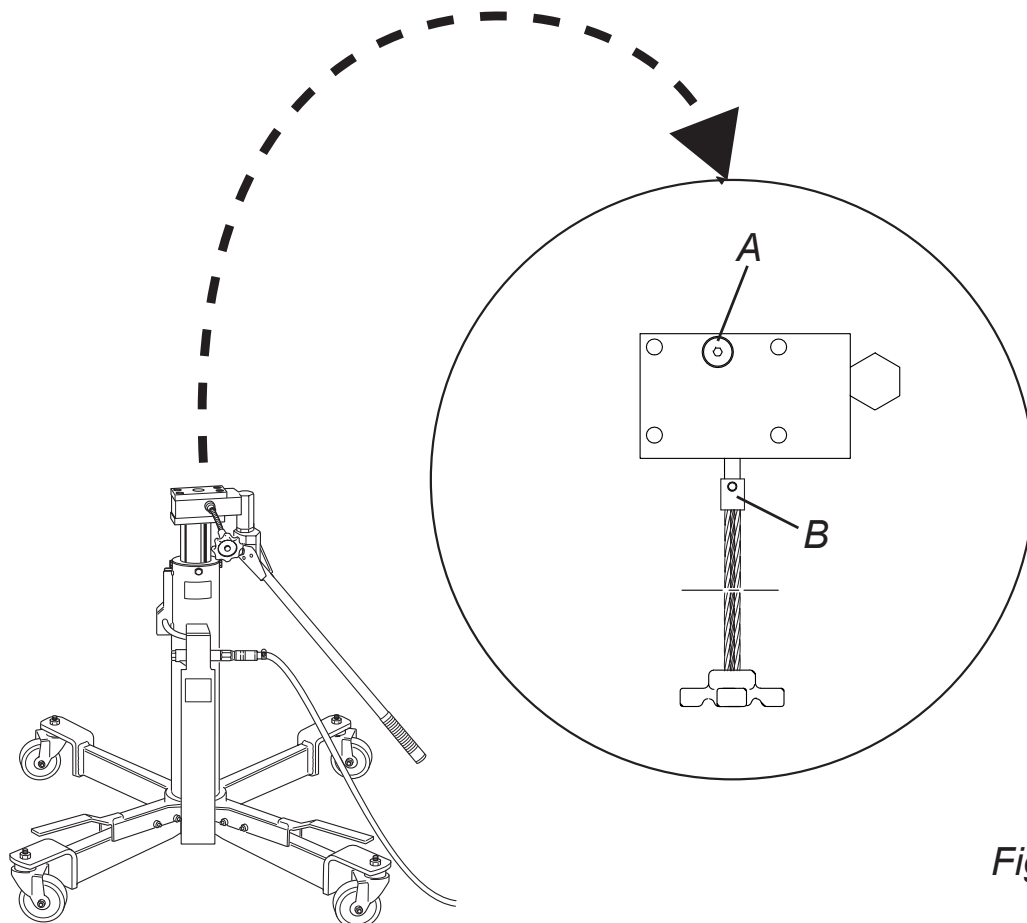

Fig.7
- Entfernen Sie die Entlastungswelle (Abb. 7, B) und die Kugel darunter.
- Entfernen Sie den Ölfilterstopfen (Abb. 7, A).
- Setzen Sie die Kugel und die Entlastungswelle wie der ein (Abb. 7, B).
- Setzen Sie den Ölfilterstopfen wieder ein (Abb. 7, A)
- Basculer le vérin de façon à ce qu'il repose sur deux roues avec le levier de la pompe dirigé vers le bas comme indiqué sur la Fig. 7.